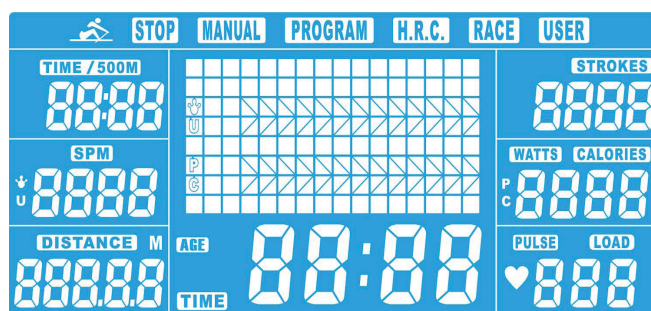

Figura 1
1. Monte la pata trasera (13) en el raíl (19) fijando la placa (95) con tres arandelas de muelle (74) y tres tornillos Allen (87), véase la figura 1.